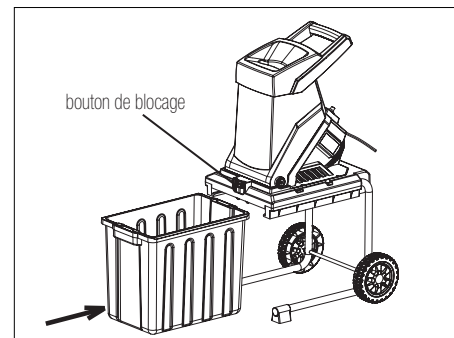

Fig. 3
- 1. Levez le bouton de blocage, puis fixez la boîte de collecte dans le cadre comme illustré à la fig. 3.